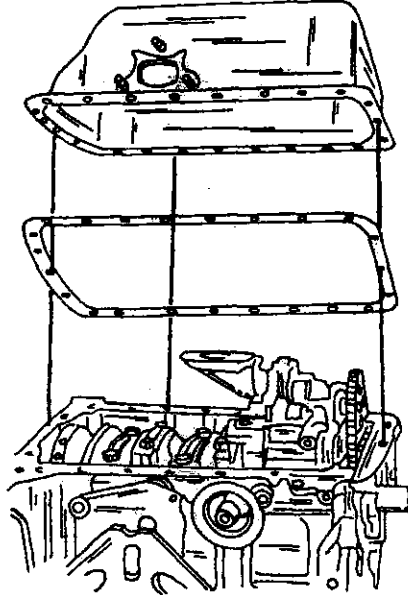

Рис. 336. Снятие масляного картера.
- Снять масляный картер. Для этого поставить двигатель на блок цилиндров и равномерно по кругу отвернуть 23 болта. Снять масляный картер (Рис. 336) и удалить прокладку.